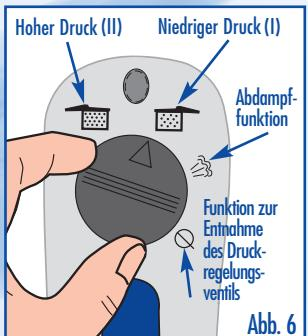

Abb. 6
hoher Druck (II), niedriger Druck (I) (siehe Abb. 6)
Einstellungsknopf auf Position „Abdampffunktion“ drehen (siehe Abb.6, Seite 7). Der Dampf entweicht. Bitte warten Sie bis das Sicherheitsventil nach unten fällt und der Entriegelungsknopf das Öffnen des Schnellkochtopfs freigibt. Den Entriegelungsknopf in Topfrichtung schieben und den Deckel durch Drehung nach rechts öffnen.
Um den Silikondichtungsring zu reinigen, entnehmen Sie bitte das Druckregelungsventil (siehe Abb.6, Seite 7).